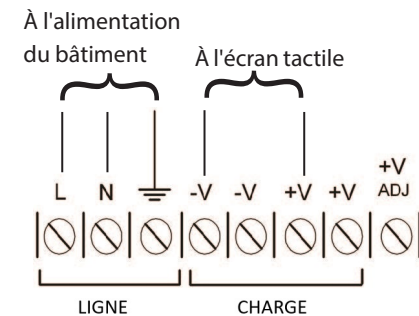

Figure 8: Câblage du bornier
2. Connecter les câbles d'alimentation du bâtiment aux vis du terminal de ligne MD-990 tel qu'illustré dans la figure 8.